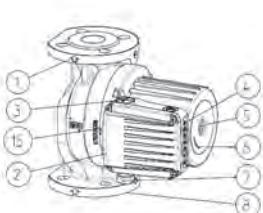
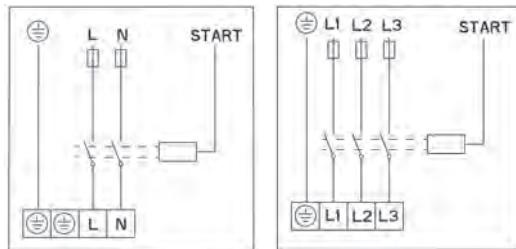

Fig.1
Fig. 3
- Pompa trebuie să fie montată în sistemul de conducte cu axa pompei 1-1 în poziție orizontală (Fig. 3).
- Direcția debitului de apă din pompă trebuie să se potrivească cu direcția indicată de săgeata de pe carcasa pompei (Fig.1-POS.1).
- Flanșele de racord sunt proiectate pentru presiunea nominală NP 6/10 (Fig.1 – POS.8)
- Pompele GHN (basic, auto), GHNM (basic, auto) au o singură carcă hidraulică (Fig.1 – POS.8).
Carcasa hidraulică a pompei poate fi izolată numai până la fanta dintre motor și carcasa hidraulică. Deschiderile pentru scurgerea condensului trebuie să rămână neacoperite pentru a permite drenarea din carcasa statorului. În mod similar, aceleași deschideri trebuie să fie descoperite și la sistemele de încălzire, când se va efectua numai izolarea termică a carcasei hidraulice (Fig. 1, 2, POS. 15). Carcasa motorului electric, pe care sunt dispuse deschiderile pentru drenarea condensului, nu trebuie să fie izolată în nici un caz!
Cablajul trebuie conectat prin intermediul unei presetupe de cablu M20 (Fig.1 – POS.7).
Conexiunile electrice ale pompei trebuie efectuate în conformitate cu diagrama de conexiuni (Fig. 3) atașată pe spatele capacului motorului. Înainte de a face acest lucru, desfaceți capacul superior (Fig.1 - POS. 2).
La pompele de tip GHN (basic, auto), GHND (basic, auto), GHNMD (basic, auto), GHNMD (basic, auto) rotorul este imersat și dotat cu lagăre speciale gresate cu apă. Înainte de a pune pompa în funcțiune, aceasta trebuie umplută cu apă și dezaerată. Dezaerați pompa prin desfacerea șurubului de la spatele motorului electric (Fig.1-POS.5). Aerul va ieși prin fanta dintre arborele motorului și lagăr. Când apa începe să curgă pe aici, închideți vanele atât la partea de aspirație cât și de refugare a pompei. Porniți pompa și verificați direcția de rotație a axului. În cazul unei direcții de rotație greșite, va începe să clipească un bec cu lumină roșie.
Deconectați pompa de la curent, închideți vanele de pe ambele părți ale pompei (aspirație și refulare), deșurubați șurubul de la orificiul de dezaerare, plasați șurubelnita (Fig.1-POS.5) în canelura arborelui și răsuciți atât cât permite forța de frecare. Apoi înșurubați înapoi șurubul de la orificiul de dezaerare.